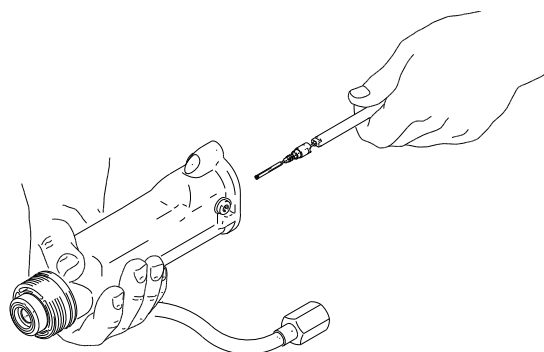

ABB. 28. Austausch der Materialnadel
8. Die Materialnadeleinheit in den Pistolenlauf installieren. Die Vorderseite der Nadel ggf. mit dielektrischem Schmiermittel einschmieren. Mit dem 2-mm-Kugelkopfschlüssel (46) auf die Nadel drücken und festziehen. Siehe ABB. 28.
9. Die Feder (5) einbauen.
10. Die Federkappe (31) anbringen. Dabei darauf achten, dass die Erdungsfeder (6) an ihrem Platz ist. Passgenau eindrehen. **Nicht zu fest anziehen.**
11. Den Pistolenlauf (1) einbauen, Seite 38.